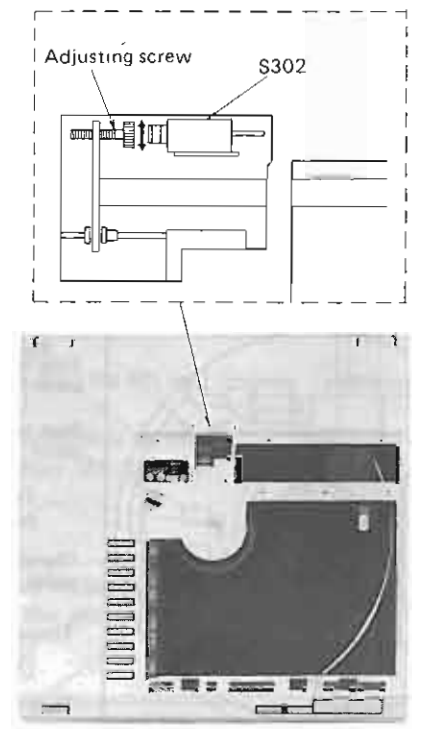

Fig. 24
3. Adjust by turning the auto start position adjusting screw. (See Fig. 24)
- 3. Durch Drehen der Auto-Start-Position-Justierschraube justieren. (Siehe Abb. 24)